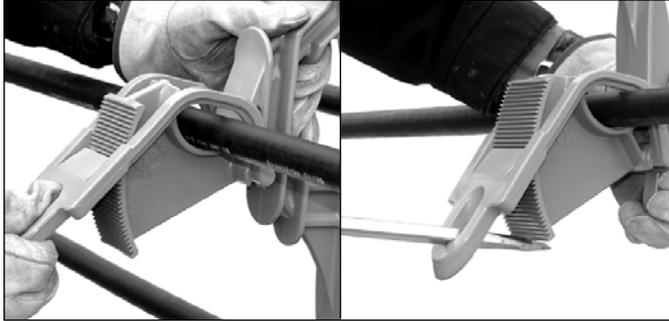

Figura 3
3.00 Utilizando apenas as mãos, aplique as garras no mensageiro e nos condutores engatando-as nos dentes existentes no Espaçador. Caso seja necessário apertos adicionais na instalação, use uma chave de venda para vencer mais 1 ou 2 dentes. (Figura 3)